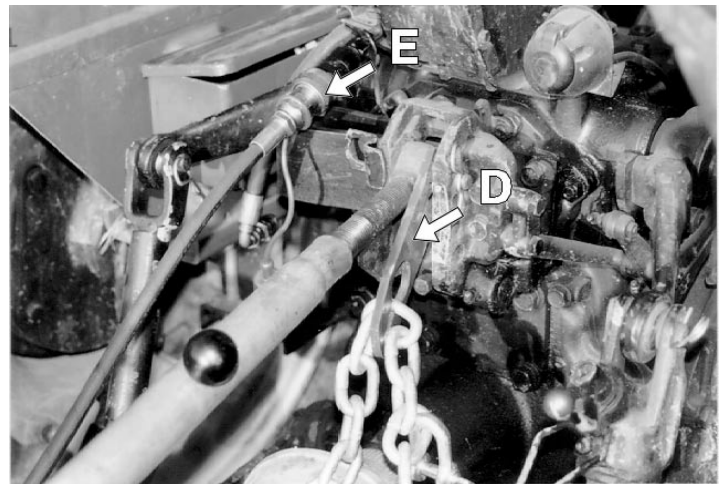

fig.7
- infilare nel perno 3° punto anche la piastra forata **D** per fissaggio catena (fig.7). Qualora non sia possibile utilizzare la piastra forata, utilizzare il grillo in dotazione fissandolo
- collegare la tubazione del cilindro idraulico **E** (fig.7) alla presa del trattore;
- also insert drilled plate **D** in the 3-point pin to fix the chain (fig.7). If the drilled plate cannot be installed, used the "U"
- connect the hydraulic cylinder hose **E** (fig.7) to the tractor fitting;
- enfiler aussi dans l'axe du 3° point la plaque percée **D** pour fixer la chaîne (fig.7). Si la plaque percée ne peut pas être montée, utiliser la manille en équipement en la fixant
- brancher la tuyauterie du cylindre hydraulique **E** (fig.7) à la prise du tracteur.
- meter también en el perno del tercer punto la placa perforada **D** para la fijación de la cadena (fig.7). Si no fuera posible utilizar la placa perforada, usar entonces el grillete
- conectar la conducción del cilindro hidráulico **E** (fig.7) a la toma del tractor;
- in den Bolzen des dritten Anschlusses auch die Lochplatte **D** zur Befestigung der Kette (Abb.7) stecken. Wenn die Lochplatte nicht verwendet werden kann, ist der zur
- die Leitungen des Hydraulikzylinders **E** (Abb.7) an den Traktoranschluß anschließen;
Agganciare la catena alla piastra **D** (fig.7) in modo che la macchina, in posizione di lavoro con catena tesa, abbia i perni di attacco al trattore con distanza dal suolo di 45 / 52 cm (fig.11).
Attach the chain to plate **D** (fig.7) so that when the mower is in its working position with the chain tight, the link pins to the tractor are 45 / 52 cm from the ground (fig.11).
Accrocher la chaîne à la plaque **D** (fig.7) de manière à ce que la garde au sol des axes d'attelage au tracteur, quand la machine est en position de travail avec la chaîne tendue, est au moins de 45 / 52 cm (fig.11).
Enganchar la cadena a la placa **D** (fig.7) de modo que la máquina, en posición de trabajo con la cadena tensa, tenga los pernos de conexión al tractor a una distancia del suelo de 45 / 52 cm (fig.11).
Die Kette in die Platte **D** (Abb.7) einhaken, so daß die Befestigungsbolzen der Maschine am Traktor, in Betriebsstellung und bei gespannter Kette, in einem Abstand zum Boden von 45 / 52 cm (Abb.11) stehen.